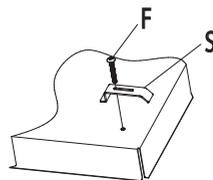

Fig. 10
- O kit de fixação que acompanha o produto é composto de suportes especiais e parafusos [Fig. 10 - "S" e "F"] e material para evitar a infiltração de líquidos no tampo [massa de calafetar para isolamento].
- Para fixá-lo no tampo, centralizar bem o cooktop com a abertura do mesmo. Na parte inferior deve ser encaixado o suporte "S" [Fig. 10]. Para os cooktops com 4 e 5 queimadores existem 4 suportes e para os cooktops Dominó com 1 ou 2 queimadores, existem 2 suportes de fixação. O aperto de fixação não deverá ser demasiado para não deformar a bandeja metálica inferior e prejudicar o funcionamento do cooktop.